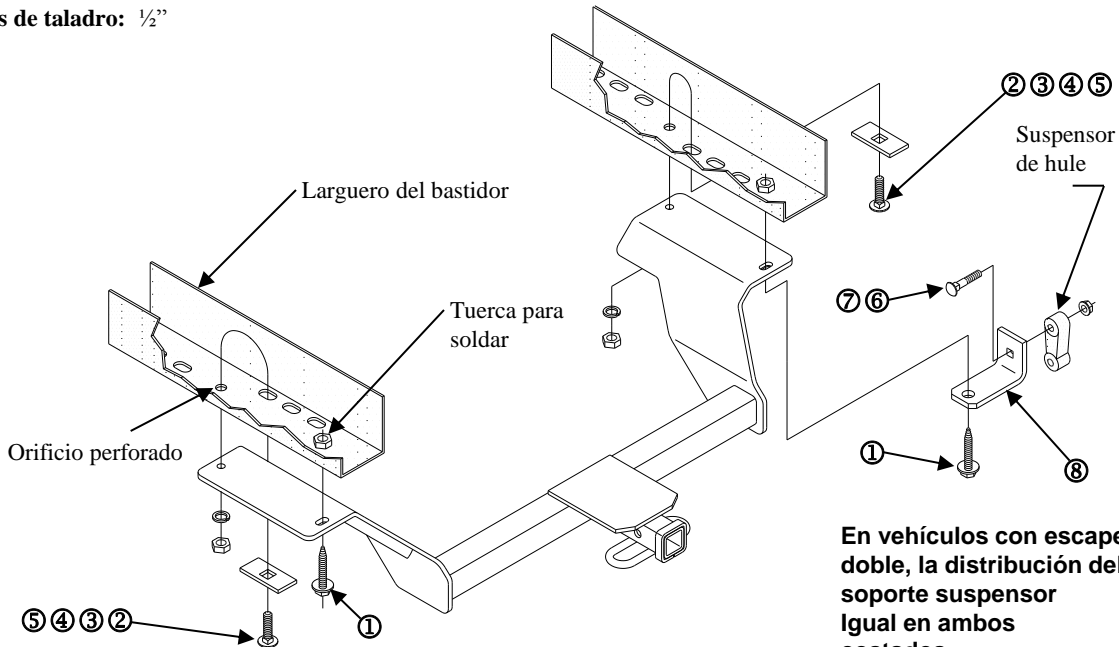

Figura 1
3. Baje el enganche e introduzca con guía los pernos de carruaje y los bloques como se muestra en la figura 1.
4. Levante el enganche a su posición e instale el resto de tornillos como se muestra en la figura 1. El protector de calor, si está presente, se insertará entre el bastidor y el soporte lateral del enganche en el momento de instalación.